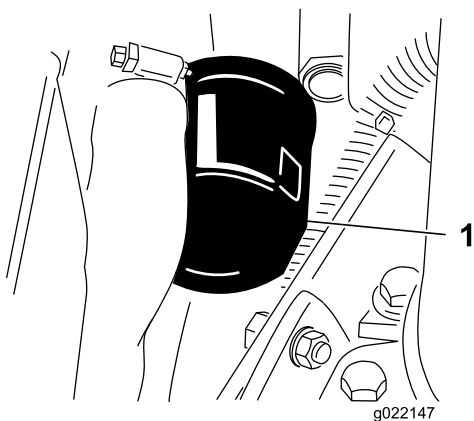

図 53
2. オイルフィルタ（図 53）を外す。新しいフィルタのシールに薄くエンジンオイルを塗って取り付ける。**締めすぎないように注意すること。**